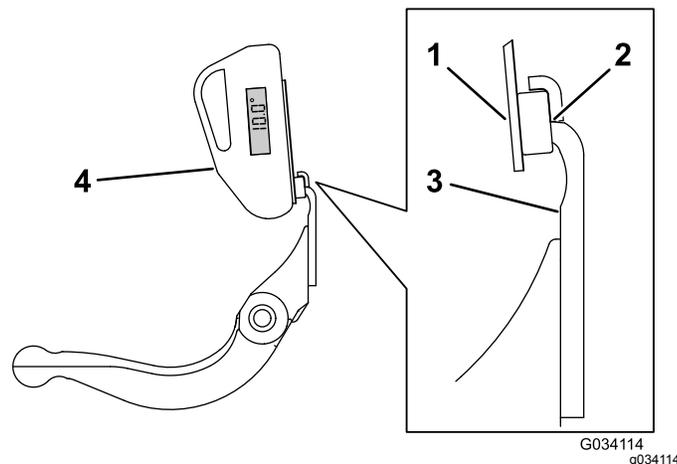

Рисунок 67
3. Установите крепление индикатора угла на кромке неподвижного ножа так, чтобы кромка магнита совпала с кромкой неподвижного ножа (Рисунок 67).
4. Установите индикатор угла на крепление, как показано на Рисунок 67.